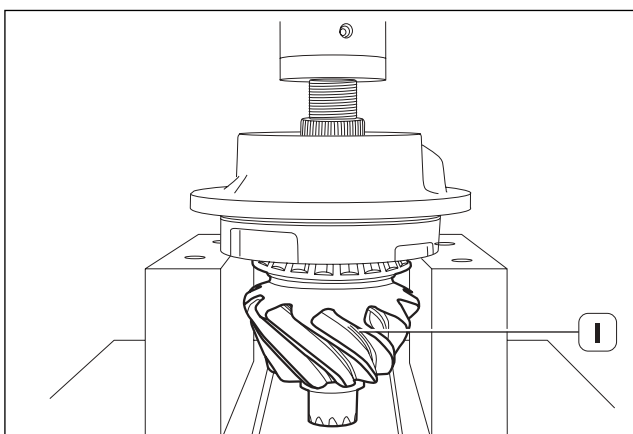

Fig. 22
2. Realizar (bajo prensa) la extracción del piñón cónico (1) fuera del rodamiento mediante (**Herramienta CT04**) - (Fig. 22)